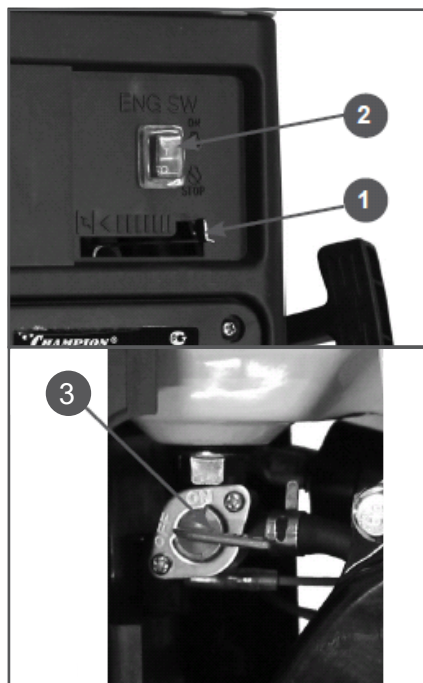

Рис. 9 Запуск двигателя
2. Закройте воздушную заслонку (переведите рычаг 1 (Рис.9) влево до упора.